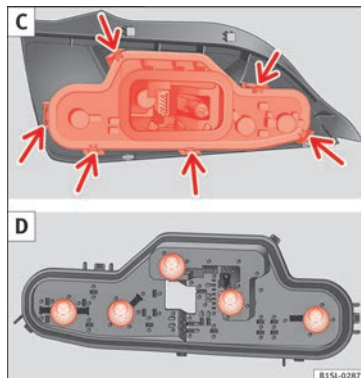

Fig. 89 Groupe optique arrière : C : démonter le support d'ampoule, D : démonter les ampoules.
8. Déverrouillez le support d'ampoule sur les languettes de verrouillage (flèche) » fig. 89 C et retirez le support d'ampoule du feu arrière.
9. Remplacez l'ampoule défectueuse par une autre neuve identique » fig. 89 D.
10. Placez le porte-ampoule dans le groupe optique arrière. Les languettes de verrouillage (flèche) doivent s'encastrer de manière audible » fig. 89 C.